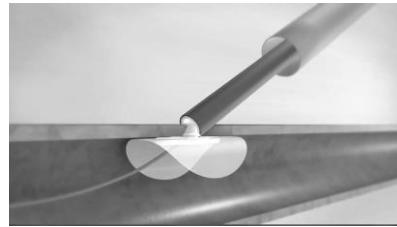

Figura 13. Posição de tamponamento, implante posicionado em justaposição à arteriotomia.
- Continue a retirar o dispositivo mais 1,5 graduações (= 3,5 graduações no total). Neste ponto, deverá ser sentida uma leve resistência táctil como resultado do implante se ancorar contra o lúmen interno da parede arterial. Esta é a posição de tamponamento, e o implante está agora a controlar a hemorragia da arteriotomia. Figura 13.